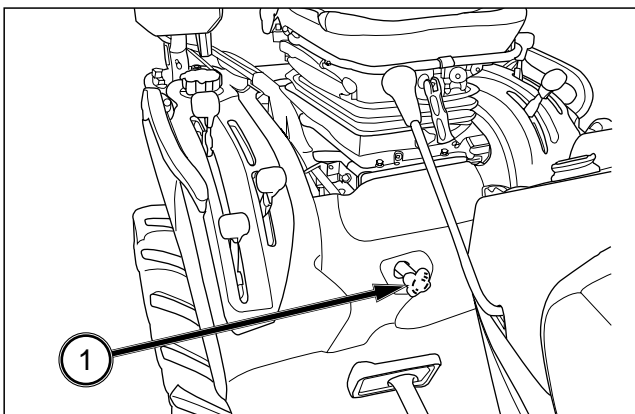

FIG. 4-21
Fig. 4-21 : Si vous utilisez des outils de poids différents, la “vitesse de chute” de l’attelage 3 points et de l’outil peut être contrôlée avec la molette de “commande de vitesse d’abaissement” (1).